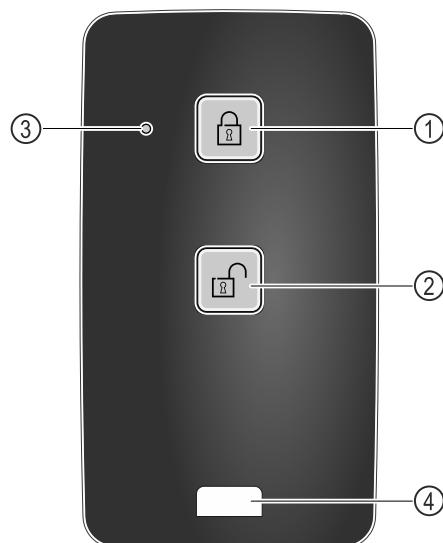

Fig. 219
- (1) Užrakto užrakinimas
- (2) Užrakto atrakinimas
- (3) Būsenos šviesos diodas
- (4) Tvirtinimo ąsa
- Paspauskite mygtuką Fig. 219 (1) ant nuotolinio valdymo pulto.
- Paspauskite mygtuką Fig. 219 (2) ant nuotolinio valdymo pulto.
- Paspaudus mygtuką, būsenos šviesos diodas Fig. 219 (3) duoda vaizdinį atsaką.
- Ašos Fig. 219 (4), skirtos tvirtinti nuotolinio valdymo pultą, pavyzdžiu, prie raktų ryšulio.